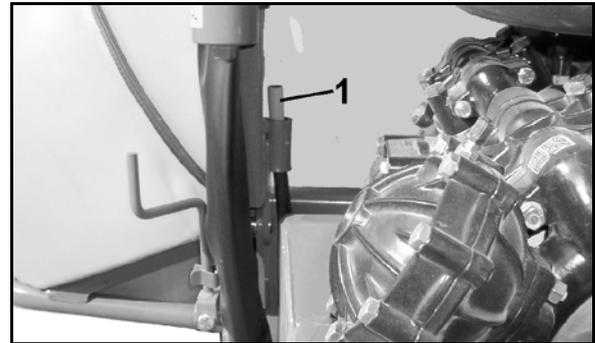

Fig. 51
- La señalización roja (Fig. 51/1) del indicador de la pata de apoyo es visible cuando la máquina reposa sobre la pata de apoyo hidráulica.